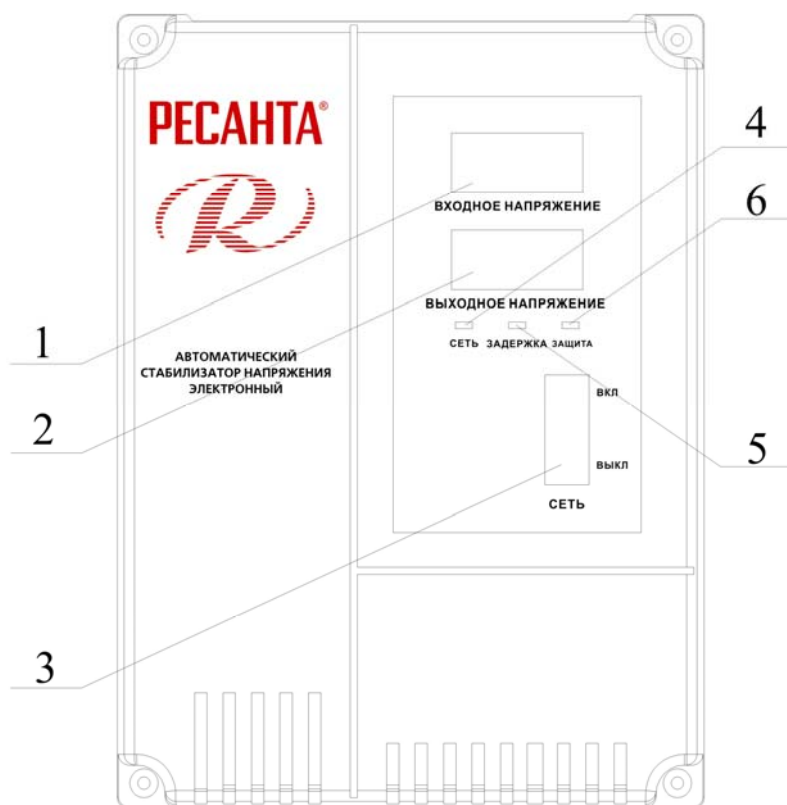

РИС. 2
- Убедиться в том, что выключатель (рис. 2, поз. 3) находится в положении «выкл»;
- Перевести выключатель (рис. 2, поз. 3) в положение «вкл» на 10 секунд;
- Дисплей (рис. 2, поз. 2) должен показывать 220 В при работе стабилизатора в штатном режиме;
- Перевести выключатель (рис. 2, поз. 3) в положение «выкл».
- Установить выключатель (рис. 2, поз. 3) в положение «вкл».
1. Не горит индикатор «сеть»	<ol style="list-style-type: none">1. Стабилизатор не подключен к сети.2. Проверить, включен ли выключатель (рис. 2, поз. 3).